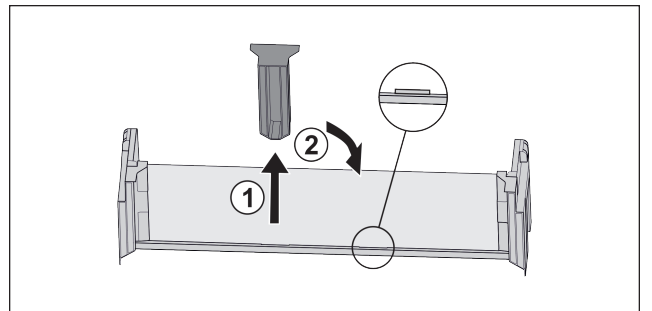

Fig. 118
- ▶ 拉出中间的定位件 Fig. 118 (1)。
- ▶ 将中间的定位件插入第二个位置 Fig. 118 (2)。